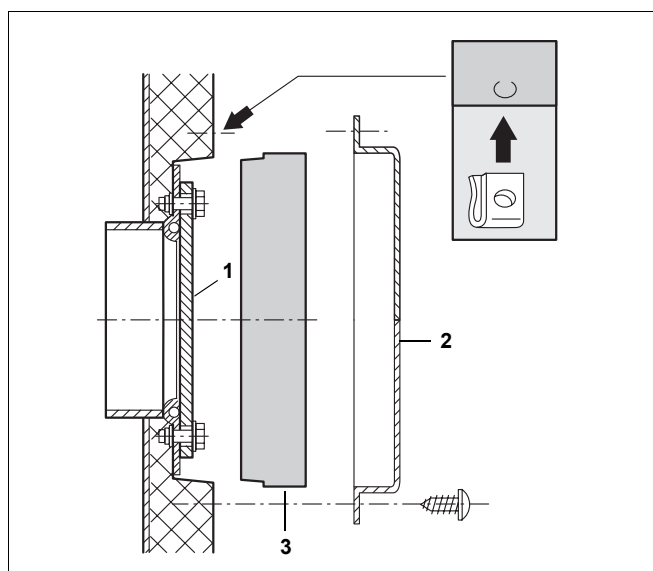

Рис. 7 Теплоизоляция крышки переднего смотрового люка
- Вставить теплоизоляционную шайбу (рис. 7, поз. 3) перед передней крышкой смотрового люка (рис. 7, поз. 1).
- Прикрутить 4 саморезами (рис. 7, поз. 2) кожух, закрывающий крышку смотрового люка.